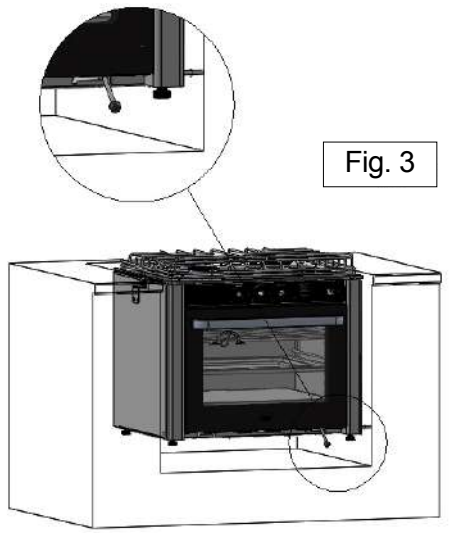

Fig. 3
- Pratiquer un perçage $\varnothing 6$ dans le meuble pour loger la chaîne de blocage de la cuisinière, comme indiqué, voir **Fig. 3**